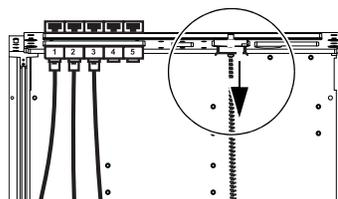

Abbildung 9. Stromversorgungskabel (vor Installation des Ethernet-Switch muss es abgezogen sein)
- Ziehen Sie gegebenenfalls innen an der hinteren Unterlagsplatte das Stromversorgungskabel vom Endanschluss ab (siehe Abbildung 9).